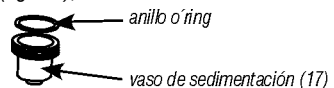

Fig. 33 – Limpieza de los componentes
- d. *Desmonte el sistema, retirando el filtro de combustible, el anillo o 'ring y el vaso de sedimentación (fig. 33);*